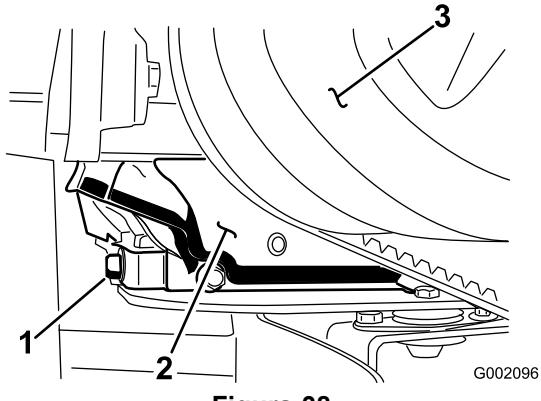

Figura 38
- Allineate una bacinella di spurgo con una capacità di 1,5 litri sotto il tappo di spurgo (Figura 38).
- Togliete il tappo di spurgo (Figura 38).